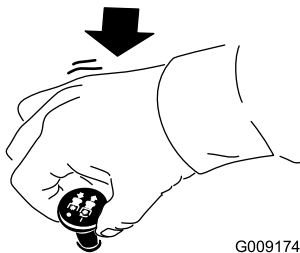

Figura 12
4. Mueva el mando de control de las cuchillas (TDF) a la posición de DESENGRANADO (Figura 12).